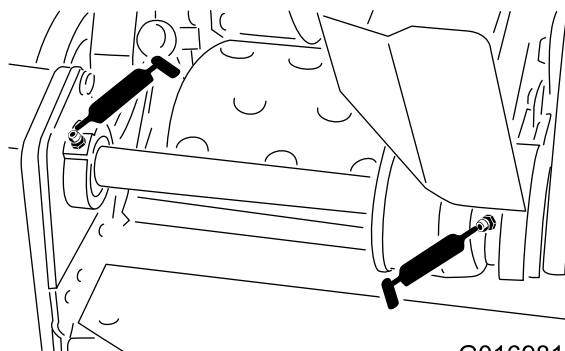

Figura 19
- 2 sui cuscinetti del contralbero del cilindro (Figura 19).